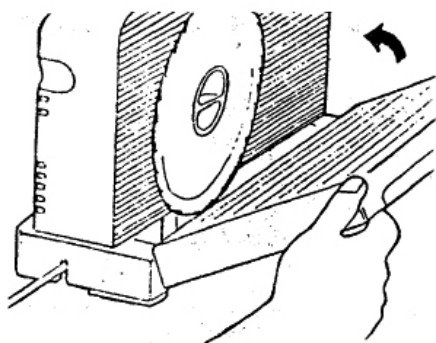

fig. 3
**LÂMINA INOXIDÁVEL:** Desligue o fatiador ou cortador. Gire o bloqueio da lâmina em sentido anti-horário e retire-a com cuidado. Para substituir a lâmina: alinhe as duas abas do bloqueio da lâmina com ranhuras na carcaça do motor e gire no sentido horário para fixar. Assegure-se de que as engrenagens encaixam. (fig. 3)